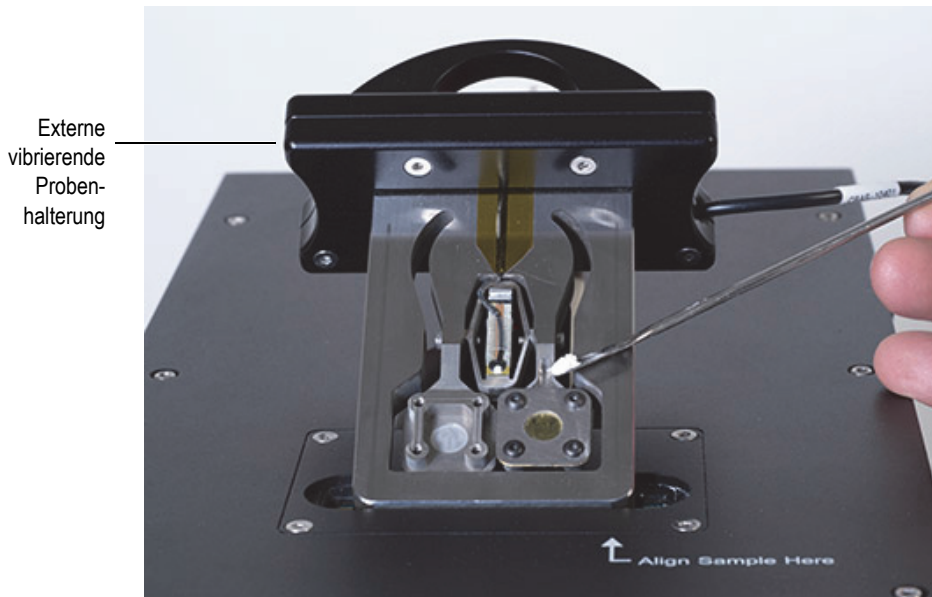

Abbildung 3-14 Beladen der Probenzelle
2. Legen Sie die Probenzellenhalterung in die externe vibrierende Probenhalterung und beladen Sie nach und nach eine kleine Menge Probenmaterial (genug, um die durch das Distanzstück erzeugte Lücke zu füllen) die ZELLE A (Abbildung 3-14 auf Seite 57).